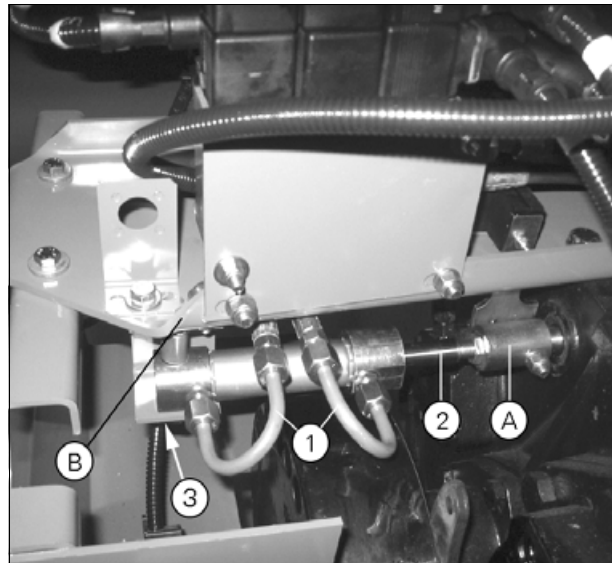

Рис. 6.
7. Отсоедините шток поршня от втулки (A) рис. 6 или (C).